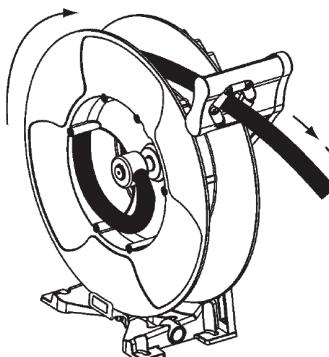

Fig.11
1. Pull the hose out 10 feet (3 metres) and let the hose reel latch (Fig. 11).
1. Tirer le flexible de 3 mètres et bloquer le tambour au moyen du cliquet (Fig. 11).